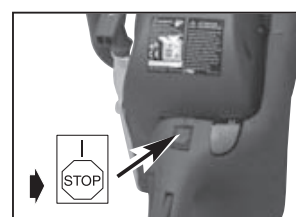

Рис. 9G
2. Переведите выключатель ON/OFF вверх, чтобы остановить двигатель (Рис.9G).